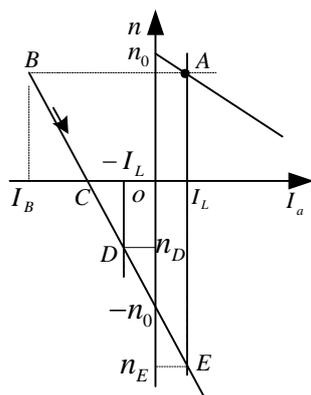

图 3.56 题 3.4 图
解：根据题意，绘出直流电机的机械特性如图 3.56 所示。
(1) 当电动机拖动位能性负载作反接回馈下放，即拖动系统运行在图 3.56 中的 E 点时，相应的机械特性为